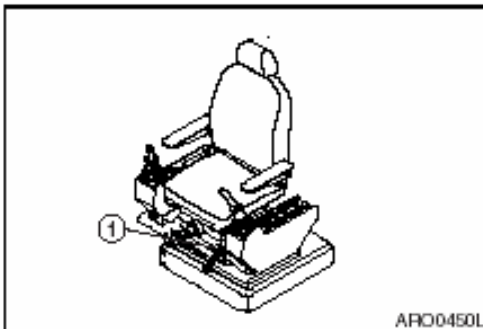

Figura 28
2. Desbloquee la palanca de seguridad (1, Figura 28) presionándola hacia abajo antes de iniciar cualquier operación.